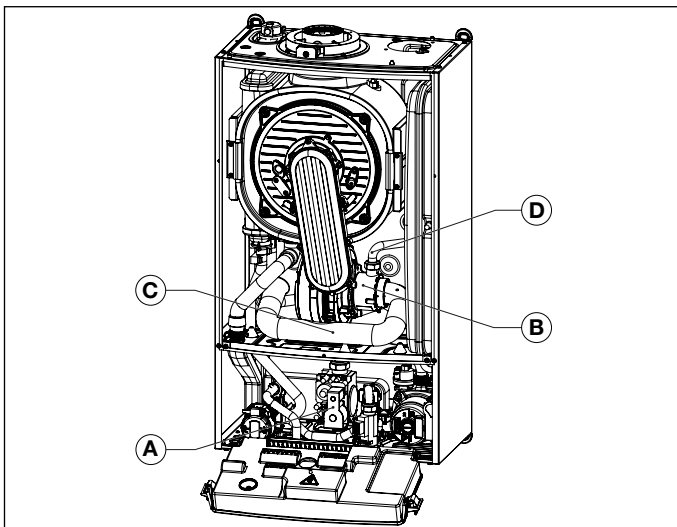

Fig. 30 Silenciador de aspiración
- Quitar la cámara de aspiración, teniendo cuidado de desatornillar primero el tornillo que la fija al mezclador (ver Fig. 30 Silenciador de aspiración).
- Desconectar el tubo de gas del mezclador (ver Fig. 30 Silenciador de aspiración).